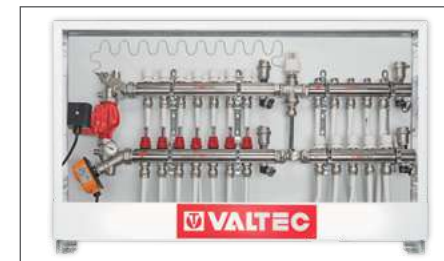

Рис. 27. Насосный и термостатический модули
- ◆ Смесительный узел состоит из двух модулей (насосного и термостатического), которые монтируются с двух сторон подающего и обратного распределительных коллекторов (рис. 27).